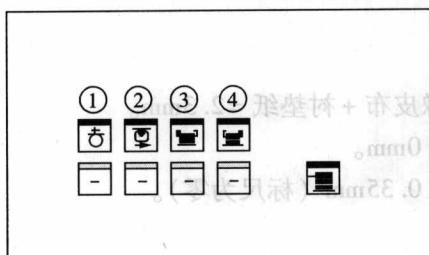

图 1-11 收纸处纸张规格调节控制面板
收纸处纸张规格调节控制面板如图 1-11 所示，各按键的功能与作用如下：①—纸张制